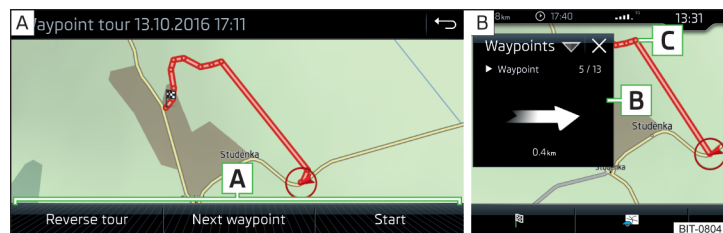

Fig. 251 Visualización de un itinerario de los puntos recorridos / Recorrer un itinerario de los puntos recorridos
- Seleccionar uno de los siguientes menús » fig. 251 - [A].
Durante el recorrido de un itinerario de los puntos recorridos aparece en la ventana adicional **Puntos del recorrido** la visualización de la dirección, así como la distancia hacia el próximo punto recorrido, el número continuo del próximo punto recorrido, y la cantidad total de los puntos recorridos [B] » fig. 251 - [B]. “Se” “reduce” sucesivamente el itinerario de los puntos recorridos de la posición del vehículo hacia el próximo punto recorrido [C] » fig. 251.
- > Visualización del itinerario de los puntos recorridos » fig. 251 de la pág. 220 ▶